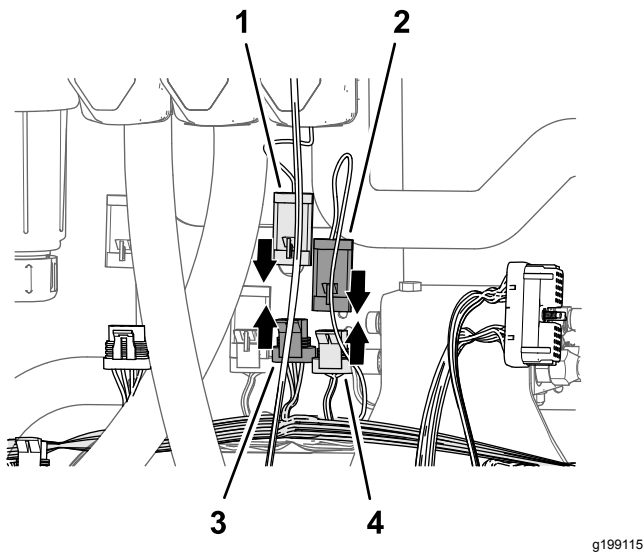

Figura 86
2. Conecte el conector de 3 pines de la rama de 89 cm del arnés de cables del kit marcado MASTER VALVE al conector hembra de 3 vías del arnés de cables de la máquina marcado MASTER SPRAY VALVE (Figura 86).
de cables del kit marcado MASTER VALVE (Figura 86).